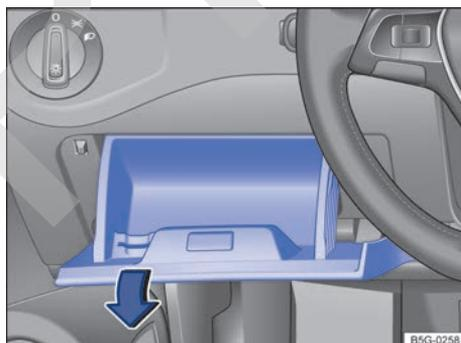

Fig. 186 En el lado izquierdo, junto al volante: tapa de la caja de fusibles del tablero de instrumentos. ▶
- Abra el portaobjetos del lado del conductor y tire con fuerza del lado izquierdo en el sentido de la flecha → fig. 186. Es probable que tenga que emplear bastante fuerza.